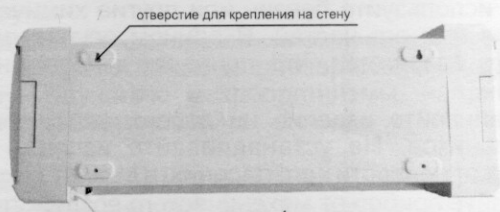

рис. 1
- на вертикальной не ниже 1,5 м от пола. Для вертикального крепления прибора на его задней стенке имеются специальные отверстия (рис. 1, стр. 3). Крепление прибора на вертикальной поверхности осуществляется при помощи крюк-шурупов, входящих в комплект поставки.